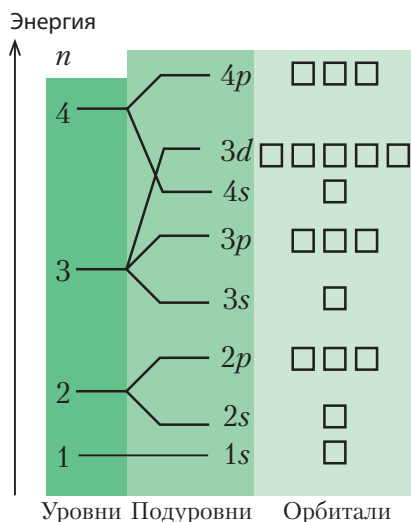

Рис. 18. Схема распределения атомных орбиталей по энергии (энергетическая диаграмма)
Согласно основному принципу квантовой механики, электрон в атоме может принимать только определённые значения энергии, а другие значения запрещены. В этом случае говорят, что *энергия электрона квантована*, то есть имеет дискретный набор значений. Для наглядного представления состояний электронов в атоме используют энергетическую диаграмму (рис. 18). Проанализируем этот рисунок. Из рисунка следует, что электроны в атоме распределены по энергетическим уровням и подуровням.
На энергетической диаграмме атомные орбитали изображены в виде клеток (ячеек): \square (рис. 18). На каждом энергетическом подуровне может находиться только определённое число одинаковых по энергии атомных орбиталей: на любом *s-подуровне* — одна \square , на *p* — три $\square\square\square$, на *d* — пять $\square\square\square\square\square$.
4. Используя рис. 18, расположите следующие атомные орбитали в порядке увеличения их энергии: $3p$, $2p$, $3d$, $1s$.